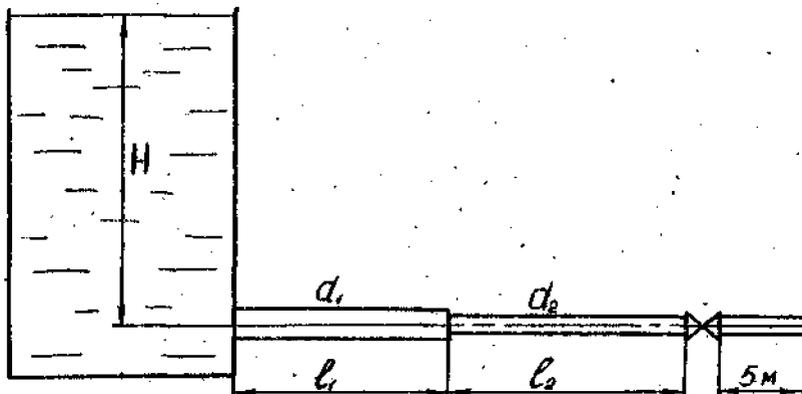

Рис.5.
1. Из большого резервуара, в котором поддерживается постоянный уровень H , по трубопроводу движется жидкость /вода/ и вытекает в атмосферу в количестве Q с температурой t °С /рис.5/. На расстоянии $l_1 + l_2$ от начала трубопровода установлен вентиль. Определить напор H и построить график распределения напора в системе.